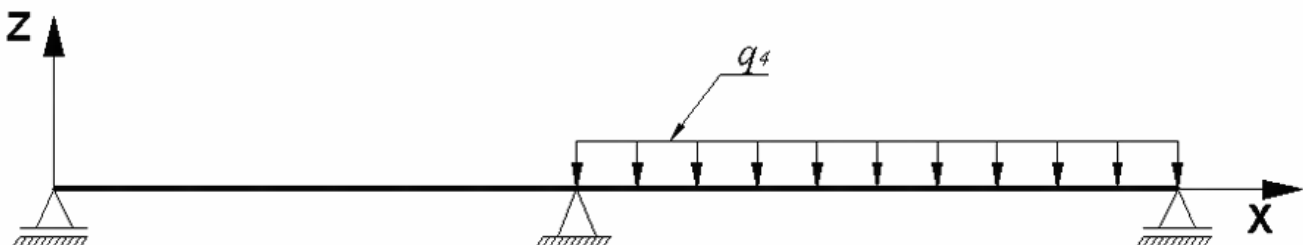

Рис. 19.6. Схема завантаження балки (Завантаження 4)
- завантаження 4 – рівномірно розподілене у другому прольоті  $q_4 = 0.87$  т/м (рис. 19.6);